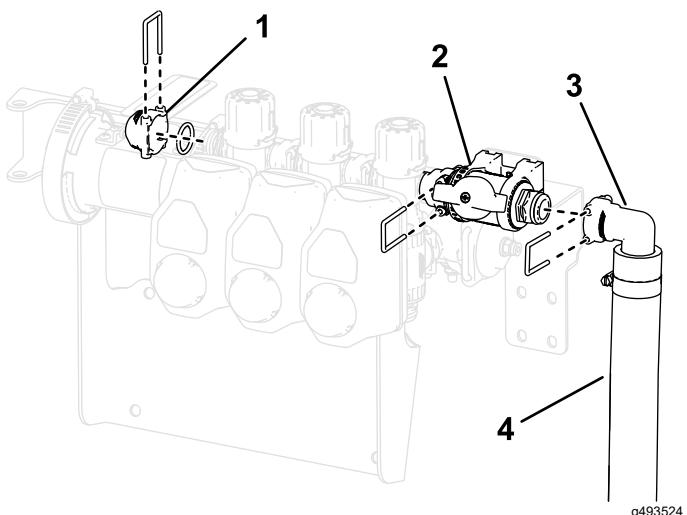

Figure 29
7. Fixez la vanne de commande sur la vanne de rampe à l'aide du joint torique et de l'étrier déposés précédemment (Figure 29).
8. Reposez le bouchon ($\frac{1}{2}$ "'), les joints toriques, le raccord et le flexible sur la vanne de commande à l'aide des étriers déposés précédemment, comme montré à la Figure 29.